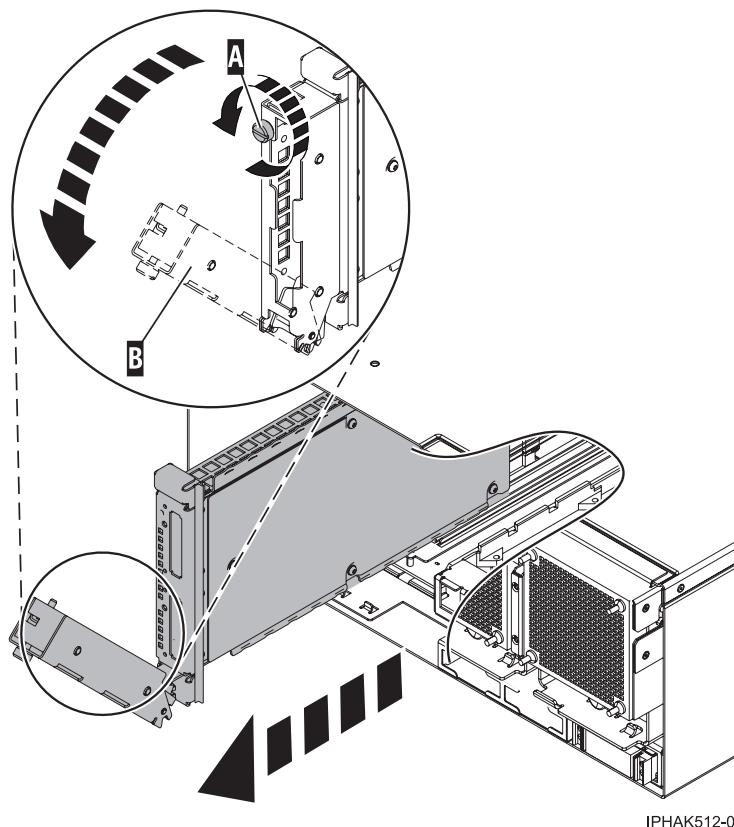

Figure 2. Retrait de l'adaptateur.
7. Dévissez la vis moletée (A) (voir la figure 2).
8. Abaissez la poignée (B).